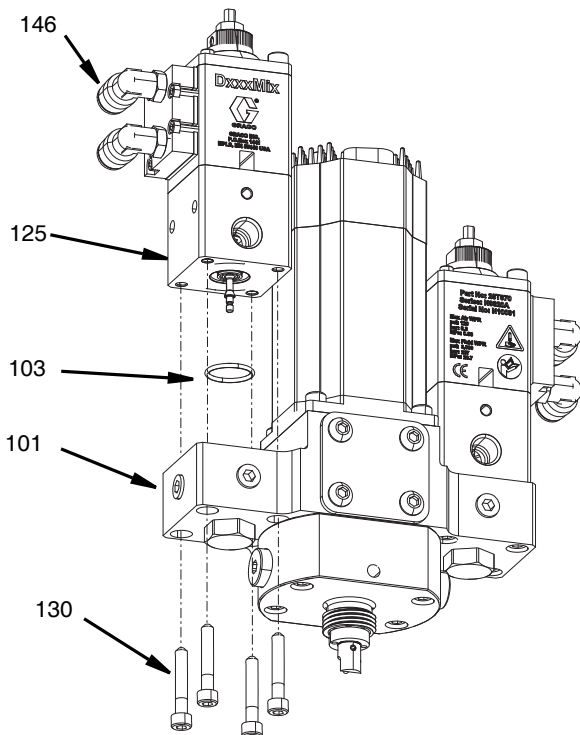

FIG. 28
3. Ta bort de 5/16" runda nylonrören (141) från vinkelkopplingarna (146).
4. Ta bort de fyra skruvarna (130) som fäster ventilen (125) vid bashuset (101) med en 4 mm insexnyckel.
5. Ta bort O-ringspackningen (103). Se FIG. 28.